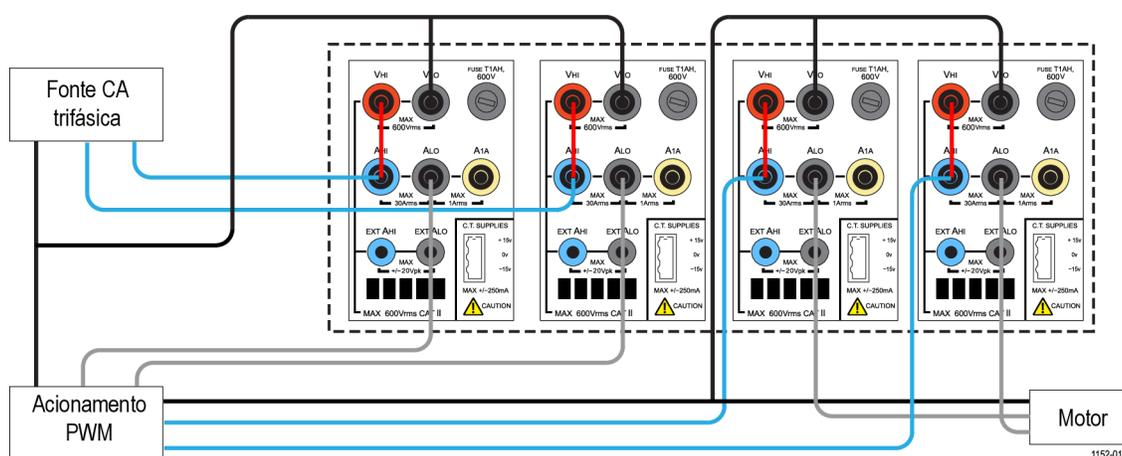

Figura 47: Eficiência do acionamento de motor PWM (3 fases de entrada e 3 fases de saída)
1. Conecte as três fases de entrada CA do acionamento de motor PWM aos dois primeiros canais do PA3000, como mostrado no diagrama de fiação. (Consulte a figura 47.)